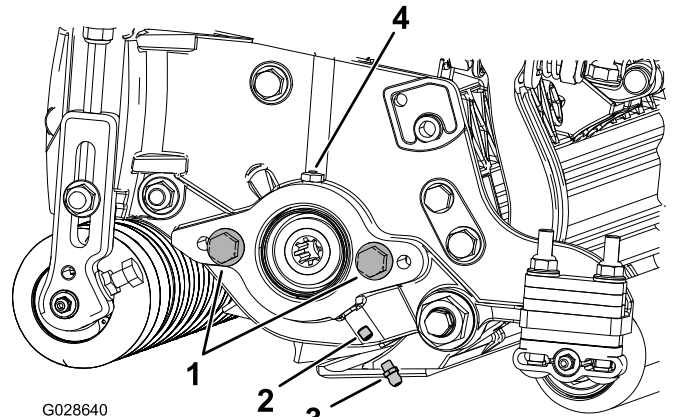

図 6
1. リールモータのサイドプレートの固定ねじを外す。ねじは廃棄する **図 6**。
2. グリスフィッティングストレートを取り付ける **図 6**。
3. リールモータのサイドプレートにキャップスクリューが付いていない場合は取り付ける **図 6**。
5. リールモータを取り付けてサイドプレートからグリスを注入する。グリスベントからグリスが漏れてくるまで入れること **図 6**。